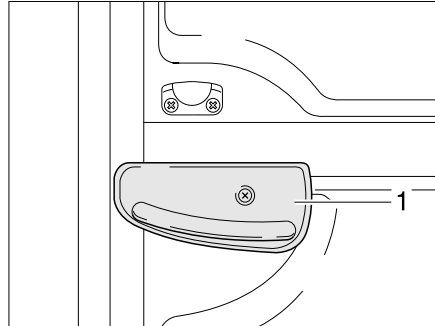

Bild 23 Verriegelungshebel am Türunterteil
- Das Türunterteil verriegeln. Dazu Verriegelungshebel (Bild 23,1) eine viertel Umdrehung im Uhrzeigersinn drehen.